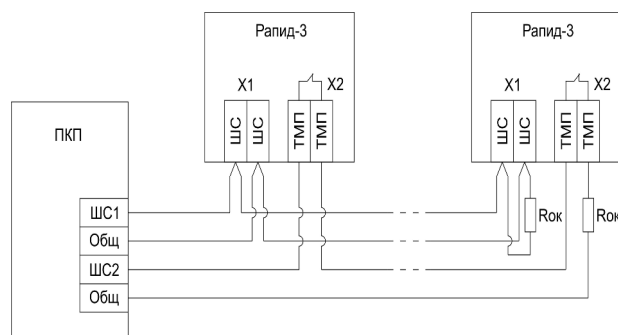

Рис.2 Схема подключения извещателя
- Подключение извещателя к приемно-контрольному прибору осуществляется по двухпроводной схеме (см. рис. 2). Для работы извещателя не требуется источника напряжения 12 В и соответствующей линии питания.
Установите плату на место в корпус. Подключите провода в соответствии со схемой подключения (рис.2). Полярность подключения ШС может быть любой. При включении извещателя на конце шлейфа к контактам «ШС» и «ТМР» подключите оконечные резисторы Рок.